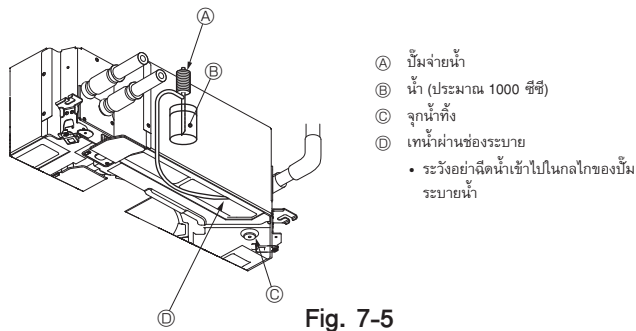

Fig. 7-5
7.4. การตรวจสอบการระบายน้ำ (Fig. 7-5)